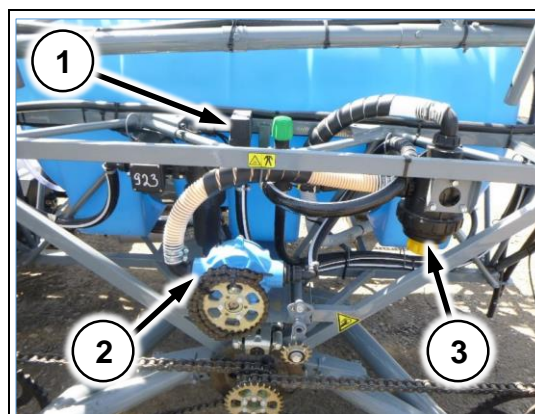

Рис. 57
3. Установите распределитель хим. системы (Рис. 57/1) на кронштейн с левой стороны машины
4. Установите насос хим. системы (Рис. 57/2) на специальную переходную площадку с левой стороны машины
5. Установите фильтр грубой очистки на крепежную планку с левой стороны машины (Рис. 57/3)